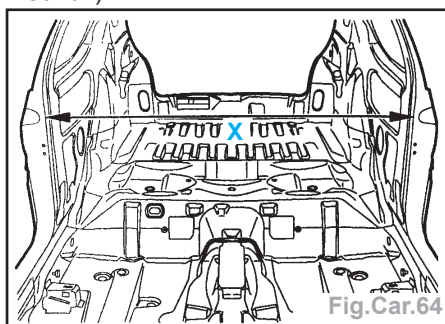

Fig.Car.64
- Contrôler le jeu $X = 1360 \pm 1$ mm (Fig. Car.64).